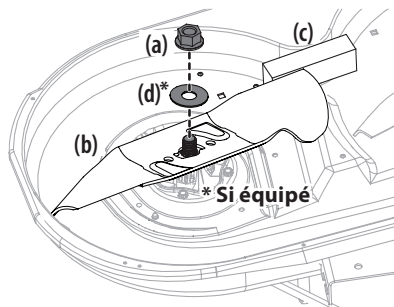

Figure 52
2. Utilisez une clé de 15/16 po pour maintenir l'écrou hexagonal au sommet de l'ensemble de la fusée en desserrant l'écrou hexagonal (a) et la rondelle (d)* retenant la lame (b). Vous pouvez placer une cale en bois (c) entre le carter du plateau de coupe et le tranchant de la lame (b) pour aider à débloquer l'écrou hexagonal (a) et la rondelle (d)* retenant la lame. Consultez la Figure 52.
3. Lorsque vous réinstallez les lames, assurez-vous de ce qui suit (consultez la Figure 52):